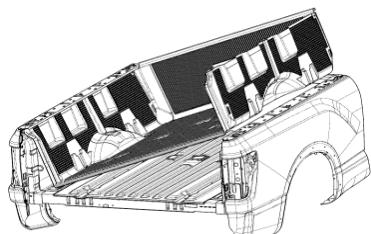

Fig. 4
- 4) Coloque el bedliner en la batea de la camioneta levantando el lado del pasajero hasta que los seguros del lado del conductor queden debajo del riel de la batea (Fig. 4 y 5).